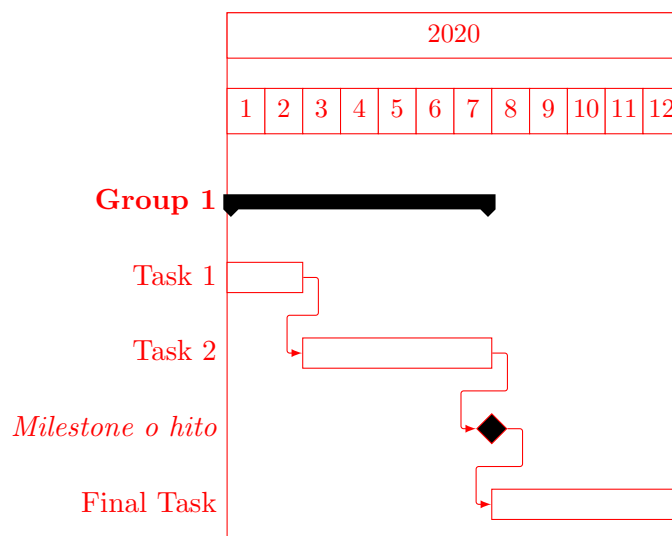

Figura 4: Diagrama de gantt de ejemplo
- En la figura 4, se muestra un ejemplo de diagrama de gantt realizado con el paquete de *pgfgantt*. En la plantilla pueden ver el código que lo genera y usarlo de base para construir el propio.